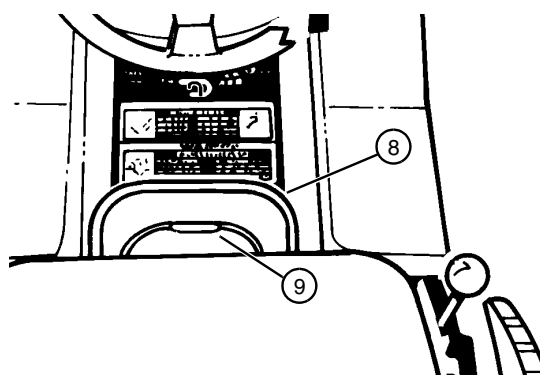

FIGURE 17
- Descendre légèrement le levier de levage (8) du bloc tondeuse et tenir avec le pouce le levier de blocage (9) descendu (voir FIGURE 17).